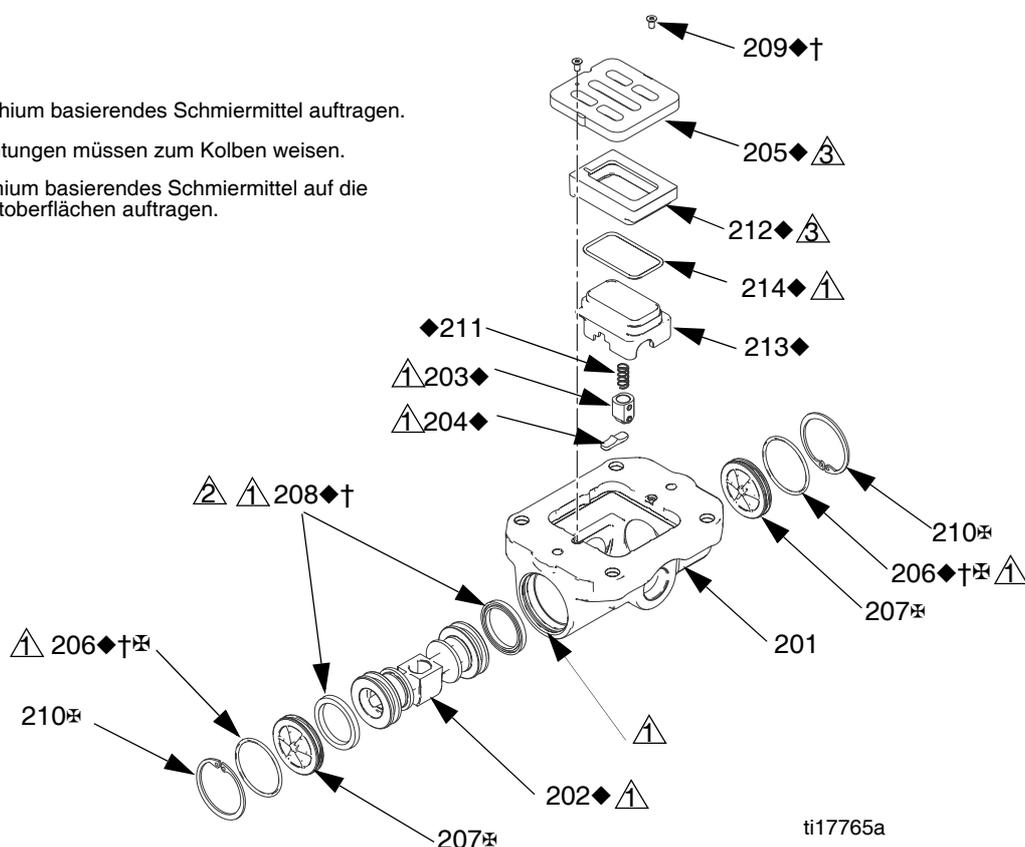

ABB. 2. Luftventilbaugruppe
2. Siehe ABB. 2. Torx-Schraubendreher (T8 bei Aluminium-Mittelteilen, T10 bei Kunststoff-Mittelteilen) für das Entfernen der beiden Schrauben (209) verwenden. Ventilplatte (205), Lager (212-214), Feder (211) und Sperrvorrichtung (203) entfernen.
3. Lager (213) aus der Basis (212) ziehen. O-Ring (214) vom Lager entfernen.
4. Siehe ABB. 2. Haltering (210) von beiden Enden des Luftventils entfernen. Mit Kolben (202) Endkappe (207) aus einem der Enden schieben. U-Dichtung (208) entfernen. Kolben aus dem Ende herausziehen und andere U-Dichtung (208) entfernen. Andere Endkappe (207) und O-Ringe (206) der Endkappe entfernen.
5. Sperrnocke (204) vom Luftventilgehäuse (201) entfernen.